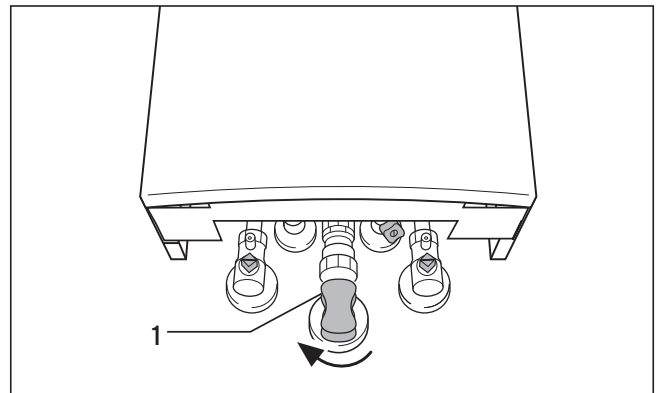

Fig. 2.1: Cerrar la llave del gas
- Cierre la llave del gas (1) del aparato (Fig. 2.1) y cierre también la llave de paso general.